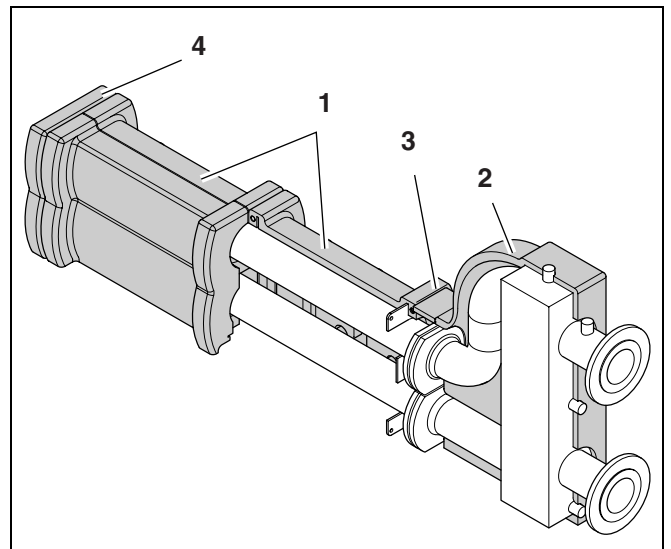

Bild 9 Samlingsledning
- Montera de bakre blocken över samlingsledningen (bild 9, pos. 1).
- Montera den bakre blockdelen på den öppna fördelaren (bild 9, pos. 2).
- Skär om nödvändigt till blockdelen (bild 9, pos. 3).
- Montera den öppna fördelarens främre isoleringsblock. Skär om nödvändigt till blockdelen (bild 9, pos. 3).
- Montera ändkåpan på samlingsledningen (bild 9, pos. 4).